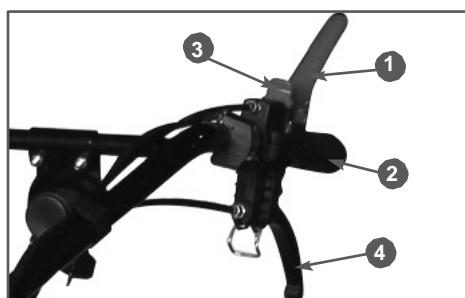

Рис.12 Левая рабочая рукоятка
2. Рычаг выключателя двигателя 1 (Рис.12) нажмите и зафиксируйте стопором.
При возникновении аварийной ситуации, для экстренной остановки переведите рычаг выключения двигателя 1 (Рис.12) в верхнее в положение.